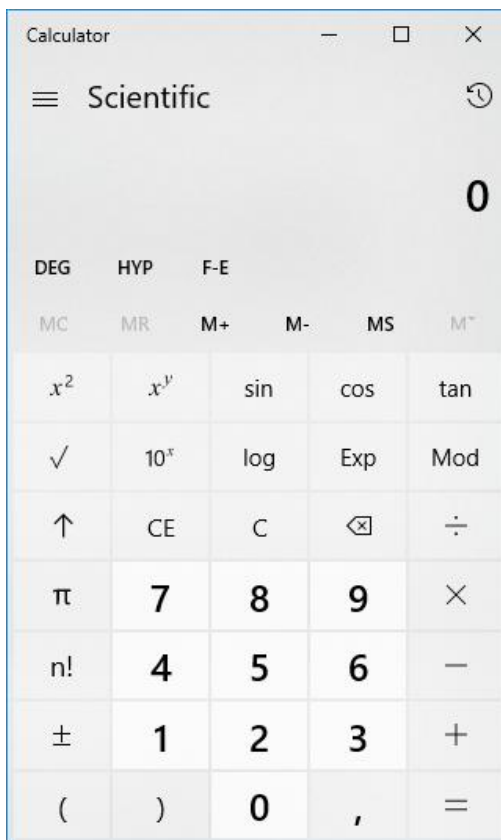

Рисунок 9 – Калькулятор
- S3 – вызов (в отдельном окне) калькулятора (Рисунок 9), который может использоваться как вспомогательный инструмент при работе с системой.